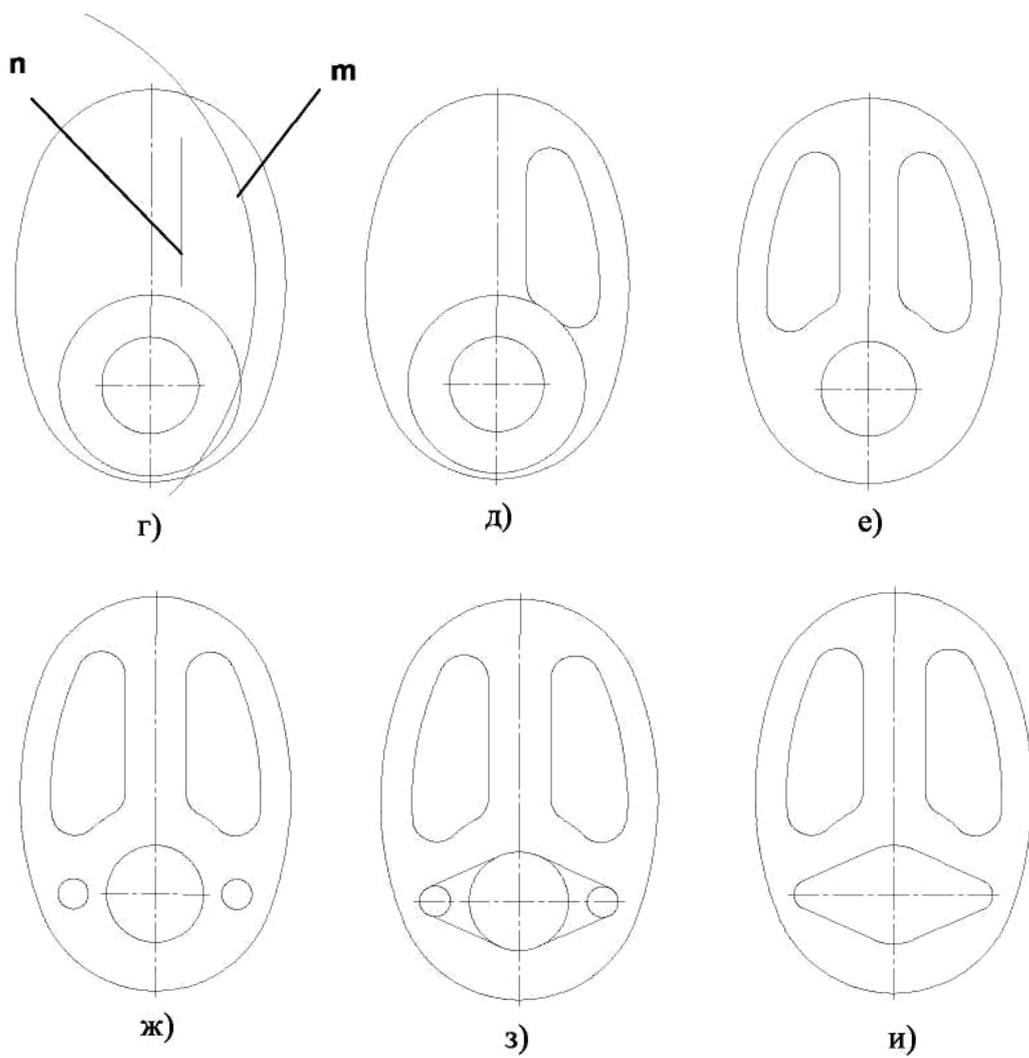

Рисунок 2.12 - Последовательность выполнения лабораторной работы
2. Изобразить осевые линии (рис.2.12 а).
- б) щелкнуть по пиктограмме Отрезок, задать стиль линии Осевая, а затем изобразить осевые линии (рис. 2.12 а). При формировании изображений осевых линий использовать расширенную команду  - Параллельный отрезок -
3. Изобразить заданные окружности (рис. 2.12 а). Для точного указания точек использовать объектную привязку Пересечение. Для этого щелкнуть на кнопке  - Установка глобальных привязок и в открывшемся окне установить опцию Пересечение.
4. Построить окружности, касательные к заданным окружностям (рис. 2.12 б). Для этого использовать команду  - Касательная окружность к двум кривым.
5. Удалить ненужные части окружностей. Использовать команду  - Усечь кривую панели Редактирования (рис. 2.12 в).
6. Построить дугу окружности  $m$  на заданном удалении от внешнего контура и прямую  $n$ , параллельную вертикальной оси симметрии (рис. 2.12 г). Использовать команду  - Эквидистанта кривой панели Геометрия.
7. Построить сопряжения между прямой  $n$  и дугой окружности  $m$ . Для построения сопряжений использовать команду  - Скругление (рис. 2.12 д, ж).
8. Построить окружности и касательные к ним. Для построения касательных использовать опцию  - Отрезок, касательный к двум кривым (рис. 2.12 з, и).
9. Удалить ненужные части окружности с использованием команды  - Усечь кривую (рис. 2.12 к).
10. Установить точность размерных надписей - число знаков после запятой 0 (рис. 2.12). Выполнить изображения размеров.